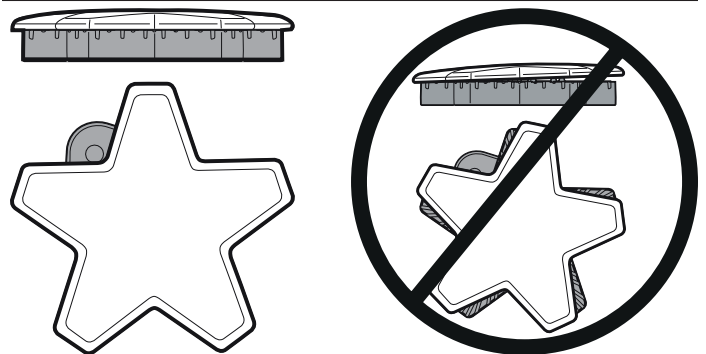

Figure 9 : Chapeau de brûleur correctement et incorrectement placé
1. **Assurez-vous que les chapeaux des brûleurs STARmc sont bien posés sur leurs bases sur la table de cuisson** (Figure 9 à la page 23).
- Vérifiez chaque brûleur pour vous assurer qu'il n'y a pas d'espace entre le chapeau et la base du brûleur. Voir Figure 9: "Chapeau de brûleur correctement et incorrectement placé" pour des exemples de chapeau de brûleur correctement ou incorrectement placés.
- Vous pouvez essayer de déplacer délicatement les chapeaux des brûleurs latéralement pour vous assurer qu'ils sont placés correctement sur leur base. Lorsqu'ils sont bien placés, les chapeaux des brûleurs sont droits sur la base et couvrent complètement la base du brûleur en forme d'étoile lorsque vous les regardez d'en haut, comme sur la Figure 9.